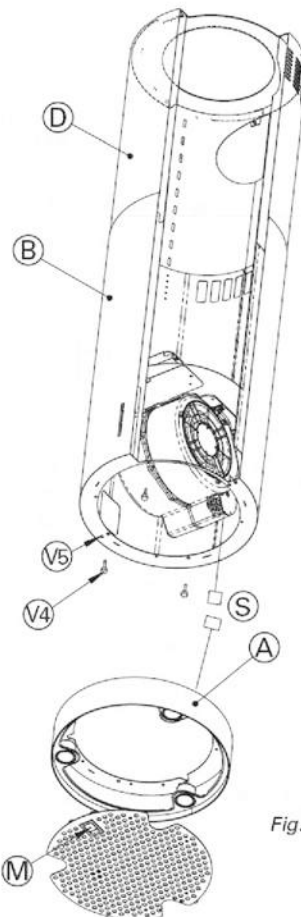

Fig. 3/Abb. 3
- 1) Remove the metal filter using the handle (M).
- 2) Disconnect the connector (S) of the halogen light cable.
- 5) Re-attach the lower ring assembly (A) to the chimney + extension assembly (B+D) using the 4 metric screws (V4).
- 6) Re-connect the halogen light cable connector (S).
- 7) Re-install the the metal filter using the handle (M) (Fig. 3).
- 1) Rimuovere la griglia del fondo (corpo A) agendo sulla maniglietta (M).
- 2) Disconnettere il connettore (S) del cavo dei faretti.
- 3) Rimuovere il corpo (A) dall'assieme camino-prolunga (B+D) svitando le 4 viti metriche M4 zigrinate (V4).
- 4) Svitare leggermente le viti metriche (V5) di centratura e di antirrotazione presenti nella flangia inferiore del cono (B), quindi centrare le asole del vetro con le viti metriche.
- 5) Agganciare il corpo (A) all'assieme camino-prolunga (B+D) con le 4 viti metriche M4 zigrinate (V4).
- 6) Riconnettere il connettore (S).
- 7) Riagganciare la griglia del fondo agendo sulla maniglietta (M) (fig. 3).